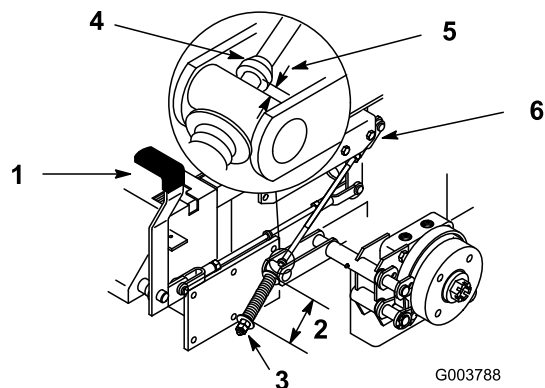

Figura 49
La medida debe ser de 70 mm (2-3/4 pulg.) entre las arandelas (Figura 49).
3. Si es necesario un ajuste, afloje la contratuerca que está debajo del muelle y apriete la tuerca que está directamente debajo de la horquilla (Figura 49). Gire la tuerca hasta obtener la medida correcta. Apriete las dos tuercas juntas y repita en el otro lado de la unidad.
La medida debe ser de 5-7 mm (3/16-1/4 pulg.) (Figura 49).
7. Si es necesario un ajuste, afloje la contratuerca que está justo por debajo de la horquilla. Gire la varilla inferior hasta obtener la medida correcta (Figura 49). Apriete la contratuerca junto a la horquilla